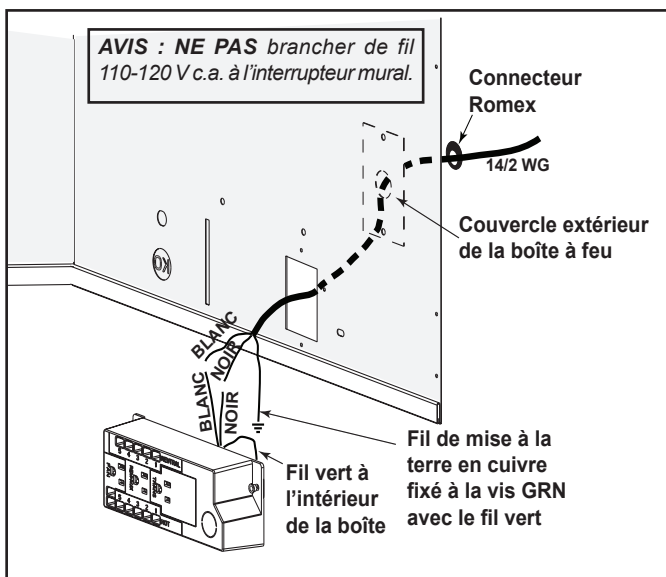

Figure 9.1 Détails de la boîte de jonction - foyer générique montré
- Enlevez la vis retenant la boîte de jonction/le réceptacle à l'enveloppe extérieure, tournez la boîte de jonction pour la dégager de l'enveloppe extérieure. Voir la Figure 9.1.
- Introduisez les fils électriques depuis l'extérieur de l'appareil par cette ouverture, jusqu'au compartiment de vanne, et fixez avec un connecteur Romex. Voir la Figure 9.1.